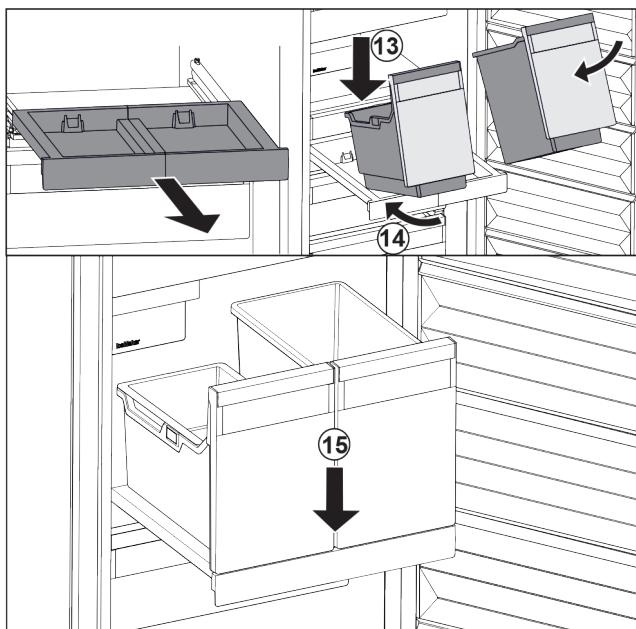

Fig. 100
- Поставете съда под ъгъл върху изтеглящата се дъска. Fig. 100 (13)
- Вкарайте съда под ъгъл назад. Fig. 100 (14)
- Спуснете съда отпред. Fig. 100 (15)